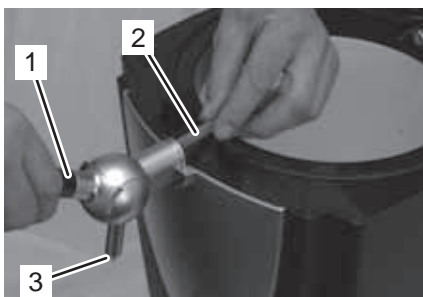

Fig. 18
15. Poussez le levier distributeur (Fig. 18/1) complètement vers le bas.
16. Veuillez introduire le tuyau distributeur (Fig. 18/2) dans la cannelure de sorte qu'il dépasse un peu au-dessous, à la sortie de la cannelure (Fig. 18/3). Faites-le alors tourner un peu dans tous les sens, pour faciliter l'insertion.
17. Ramenez le levier distributeur (Fig. 18/1) vers le haut et relâchez-le.